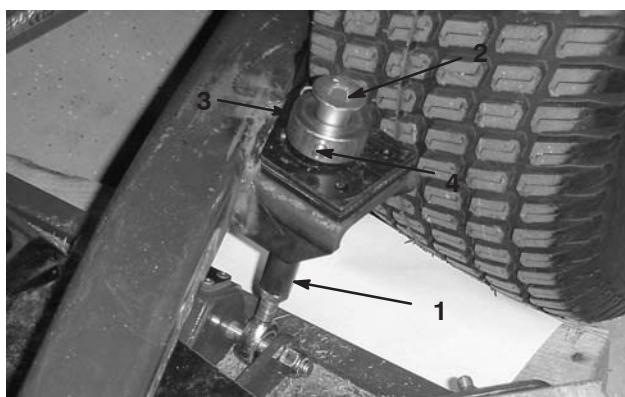

Bild 22
2. Nehmen Sie die Kopfschraube und die Scheibe ab, die oben an jeder Schnitthöhenstange befestigt ist (Bild 22).
3. Nehmen Sie den Lastösenbolzen und den Splint ab, mit denen der Schnitthöhenstellring hinten am Mähwerk an der Schnitthöhenstange befestigt ist (Bild 22). Nehmen Sie den Schnitthöhenstellring ab.